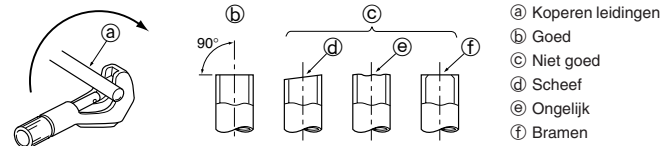

Fig. 5-3
5.2.1. Leidingen snijden (Fig. 5-3)